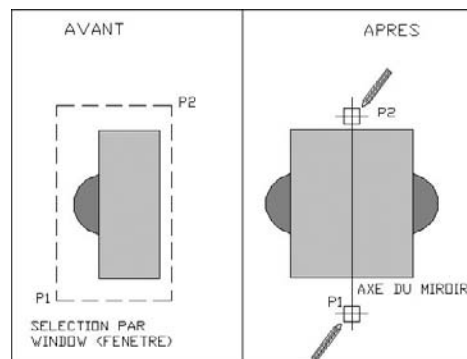

Fig.5.6
- 1 Exécuter la commande de copie-miroir à l'aide d'une des méthodes suivantes (fig.5.6) :